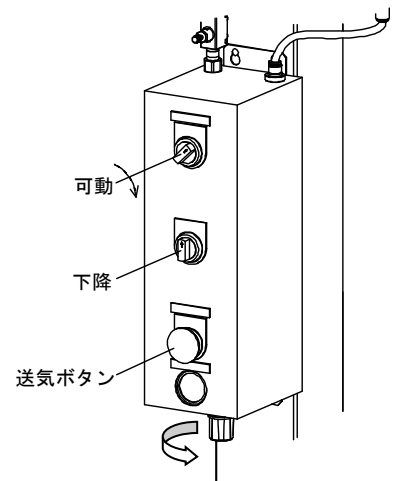

Fig.11
1. コントロールボックスの切換スイッチを『可動』と『下降』にしてください。（Fig.11）
2. リフト用エアレギュレーターのつまみを時計方向に回し、エア圧力を0.5 MPa(通常設定圧力)にします。『送気』ボタンを押すとドラム缶にエアが溜まり、ポンプを押し上げながらリフトを徐々に上昇させます。（Fig.11）